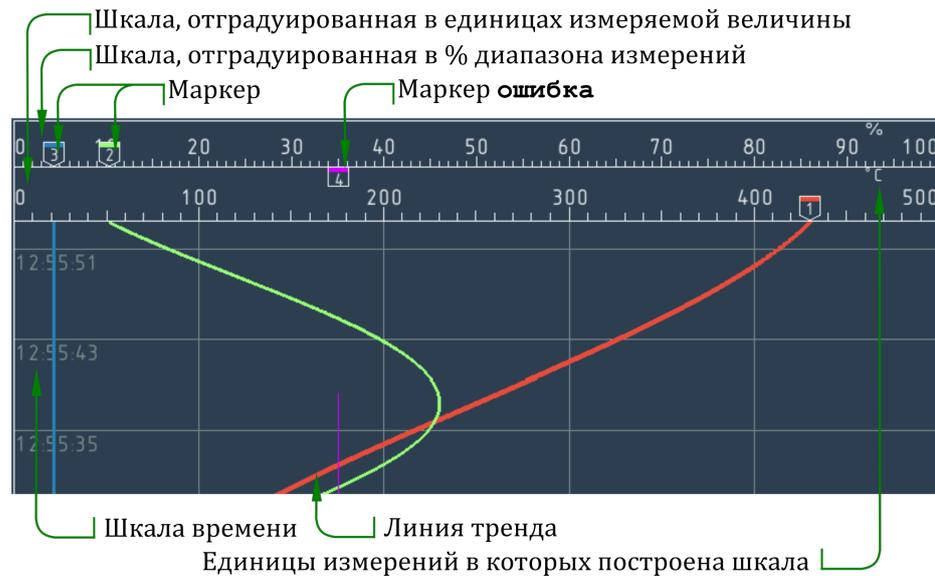

Рисунок 4.6 – окно графика (вертикальная ориентация)
- ▶ вертикально — шкала расположена над областью построения, ось времени смещается сверху вниз (см. рисунок 4.6);
Шкала может быть отградуирована (см. рисунок 4.6):
В качестве указателя текущего значения («маркера») измеряемой величины выступают перья (см. рисунок 4.6). На соответствие между пером и каналом указывают номер пера и его цвет. Если канал принимает значение ошибка перо меняет форму и перемещается к верхней кромке шкалы (см. канал 4 на рисунке 4.6).